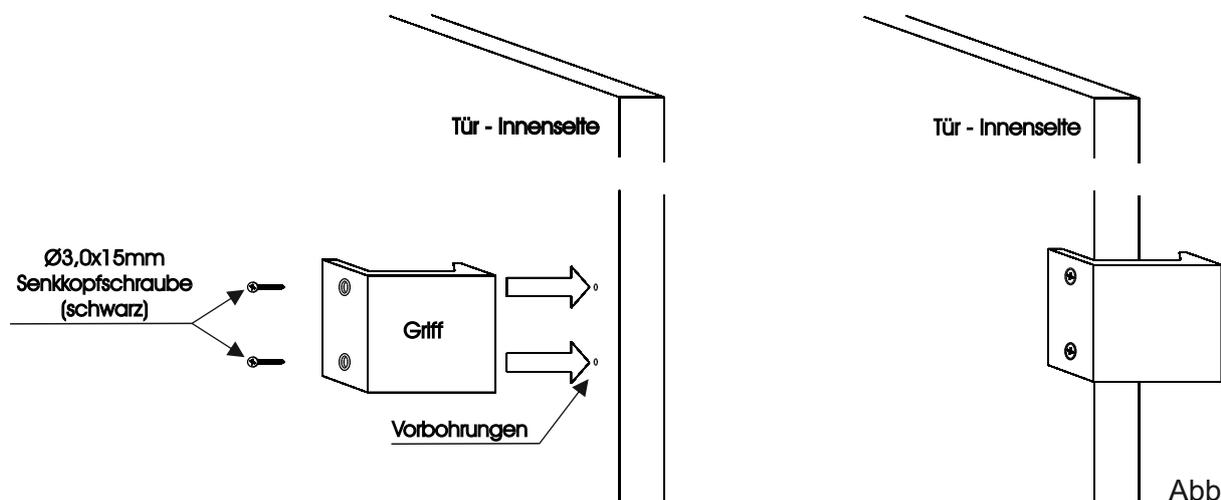

Abb. 4
4. Auf der Innenseite der Tür befinden sich zur Griffmontage Vorbohrungen. Verschrauben Sie den Griff mit je zwei Ø3,0x15mm Senkkopfschrauben (schwarz). Achten Sie darauf, dass der Griff dicht an der Kante der Tür anliegt. (Abb. 4)